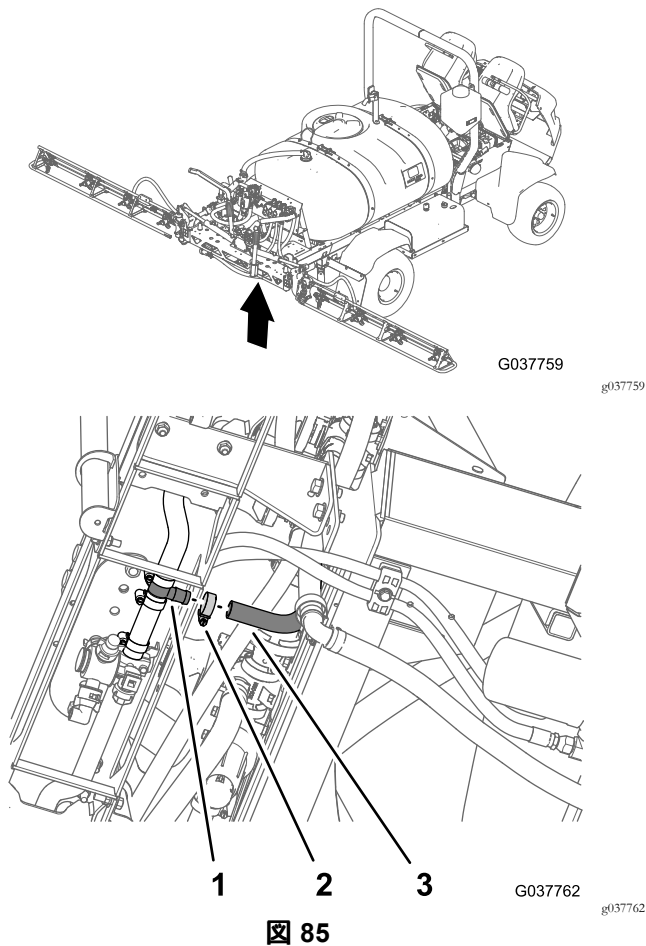

図 85
1. 中央ブーム用給液ホースを、中央ブームのT字フィッティングに接続する 図 85。